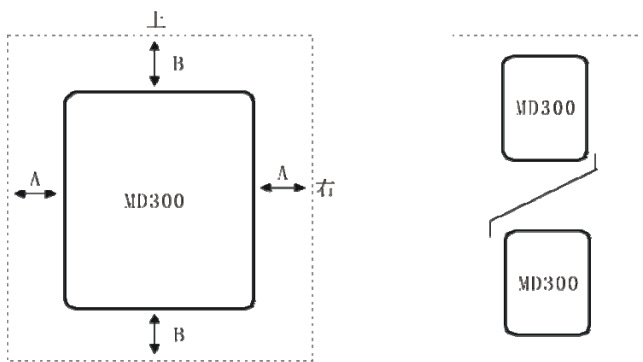

图 3-1 变频器安装位置示意图
- 1) 请垂直安装变频器，便于热量向上散发。但不能倒置。若柜内有较多变频器时，最好是并排安装。在需要上下安装の場合，请参考图 3-1 的示意，安装隔热导流板。
- 2) 安装空间遵照图 3-1 所示，保证变频器的散热空间。但布置时请考虑柜内其它器件的散热情况。